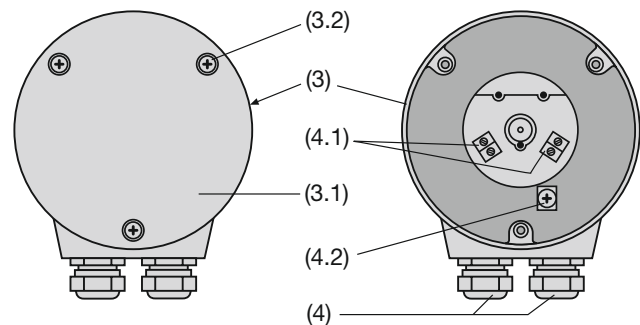

Fig. 6. Partie arrière (3) avec bornes (4.1) et (4.2) et presse-étoupes (4).
Les variantes avec **bornes à vis** directement montées dans le convertisseur et avec **presse-étoupes** comportent 4 bornes à vis (4.1) et 1 borne de mise à terre (4.2) placées dans le capot arrière (3), voir Fig. 6. Ces bornes à vis sont prévues pour une section des fils de max. 1,5 mm2, elles deviennent accessibles en enlevant le couvercle (3.1).
- ... avec **bornes à vis et presse-étoupes** dévisser les 3 vis (3.2) et enlever le couvercle (3.1), (Fig. 6, à gauche).
... avec **bornes à vis et presse-étoupes** dévisser les 3 vis (3.2) et enlever le couvercle (3.1) (Fig. 6, à gauche).